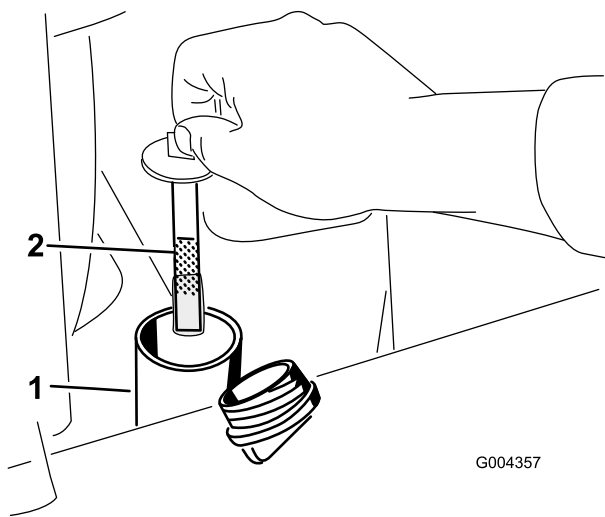

Рисунок 59
6. Снимите крышку заливной горловины и проверьте уровень жидкости с помощью масломерного щупа (Рисунок 59).